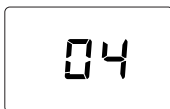

fig. 4- Encendido / Versión del software
- En los cinco primeros segundos, la pantalla muestra la versión del software de la tarjeta (fig. 4).